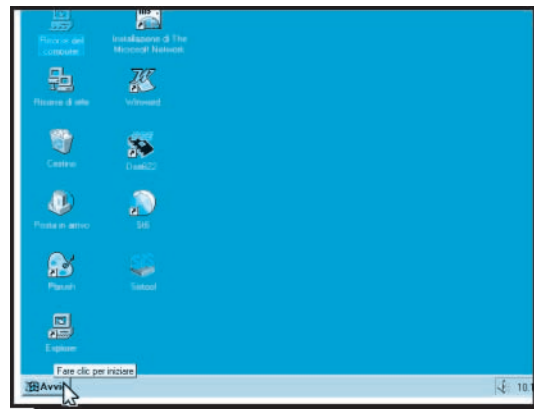
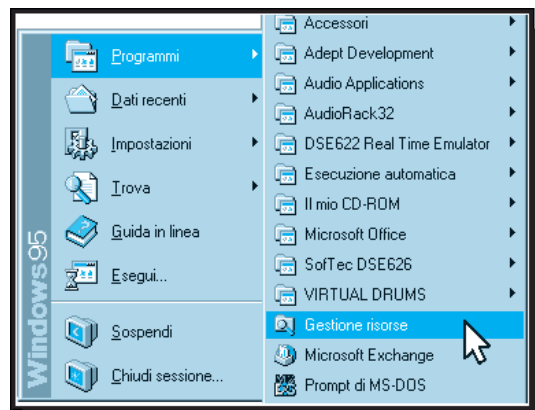
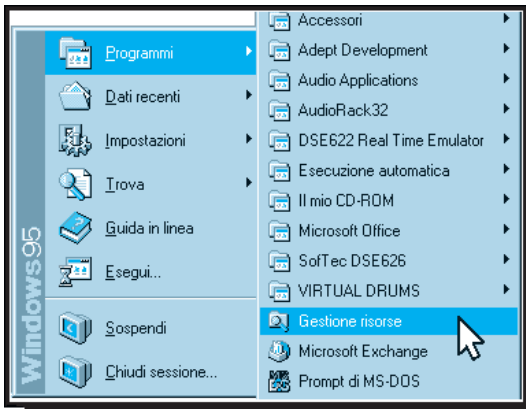

Fig. 1
Fig. 2
Fig. 13
– Quando siete in **Windows 95** portate il cursore sulla scritta **Avvio** (vedi fig.1) e cliccate. Nella finestra che appare scegliete **Programmi** e nel menu a destra portate il cursore su **Gestione Risorse** quindi cliccate (vedi fig.2).
– Quando siete in **Windows 95** portate il cursore sulla scritta **Avvio** (vedi fig.1) e cliccate. Nella finestra che appare scegliete **Programmi** e nel menu a destra portate il cursore su **Gestione Risorse** quindi cliccate (vedi fig.13).